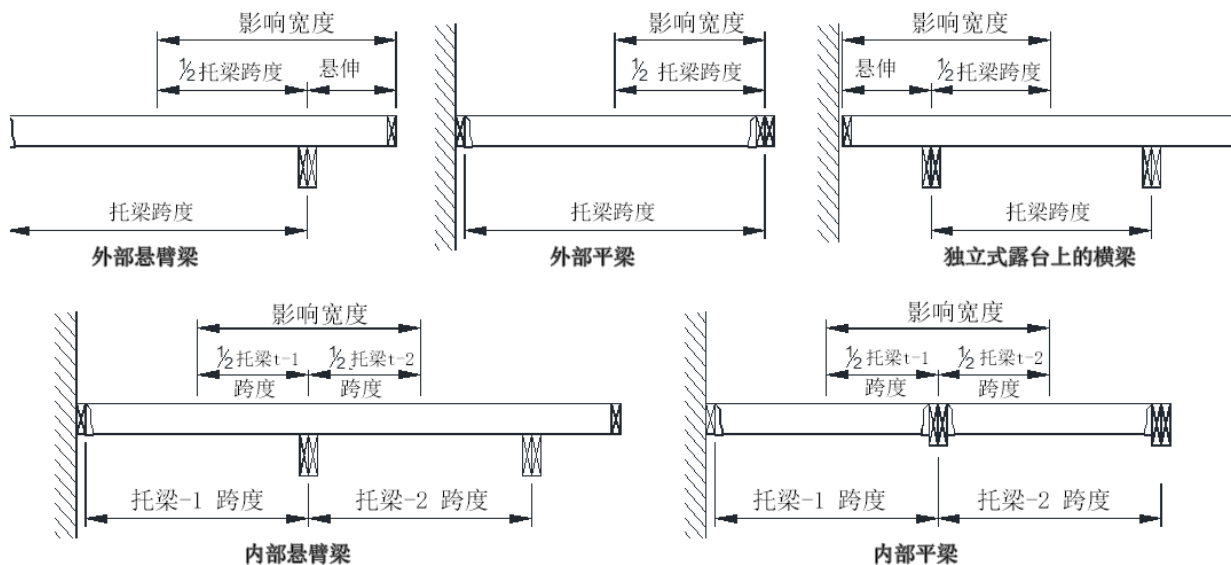

图 14: 横梁影响宽度
- 如表 3 所示，横梁尺寸基于其影响宽度和最长跨距长度。横梁影响宽度，如图 14 所示，基于支撑托梁的跨度长度和悬伸尺寸。